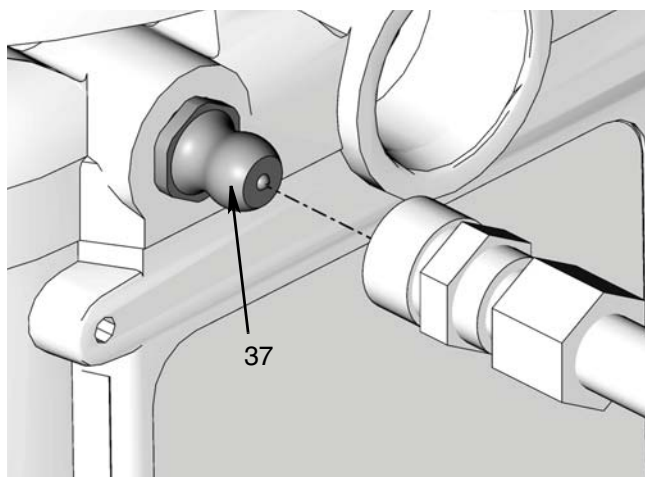

ABB. 7
1. Füllschlauch an Einlassfitting (37) (ABB. 7) anschließen.
1. Füllschlauch an Einlassfitting (ABB. 7) anschließen.